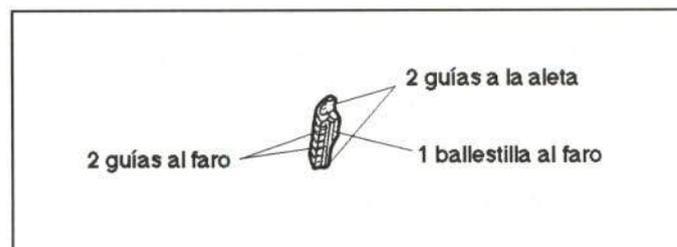

Figura 18.- Fijación del piloto delantero
En la figura 18 se muestra su fijación.
- Piloto delantero (figura 18).
- Pilotos delanteros (figura 18).